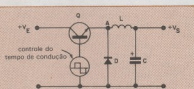

Fig. 3
**Conversores chaveados** — Em um regulador linear, o elemento que dissipa potência é o transistor controlador, pois trabalha na região ativa. Retirando-se o diodo zener e colocando-se um gerador de pulsos na base do transistor, para que ocorra o trabalho na região de corte-saturação, diminui-se a dissipação de potência (observe a fig. 3).